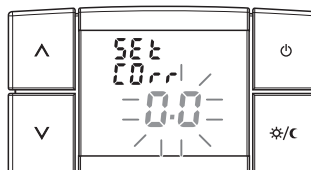

fig. 28
- En entrant dans la page-vidéo, l'écran affiche l'inscription **COrr** et la valeur de correction configurée clignote (exemple sur la fig. 28 - paramètres de sortie d'usine **0,0**).